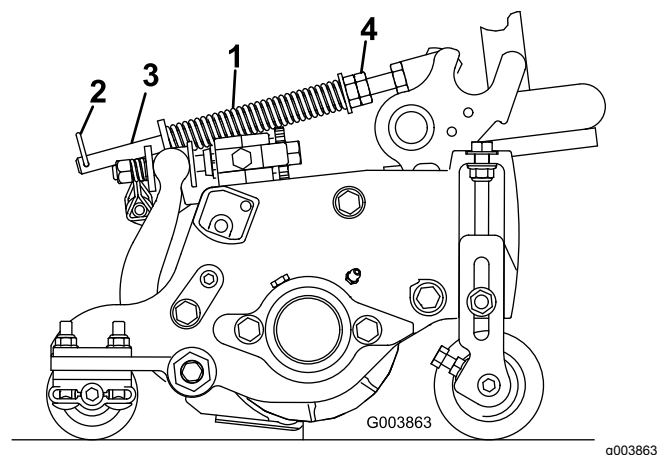

Figura 22
2. Serrate i dadi esagonali sul lato anteriore dell'asta della molla, finché la lunghezza compressa della molla non è di 15,9 cm; fate riferimento a Figura 22.
1. Verificate che la coppiglia sia montata nel foro posteriore dell'asta della molla (Figura 22).